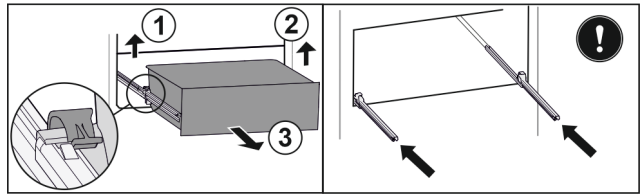

Fig. 78
- Linker klem optillen en gelijktijdig lade links naar voren trekken. Fig. 78 (1)
- Rechter klem optillen en gelijktijdig lade rechts naar voren trekken. Fig. 78 (2)
- Lade naar voren toe verwijderen. Fig. 78 (3)